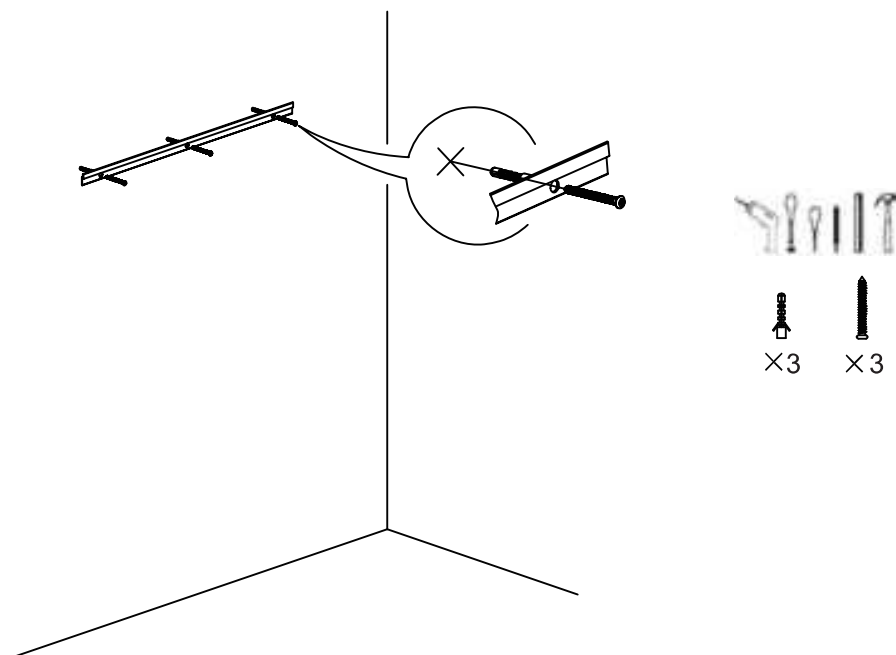

Fig. 2
- 1.4 Gebruik een hamer om de expansiepluggen in de gaten in de muur te tikken, draai vervolgens de schroeven vast met een schroevendraaier om de stang te bevestigen en kalibreer de waterpas met een waterpas (Fig. 2).